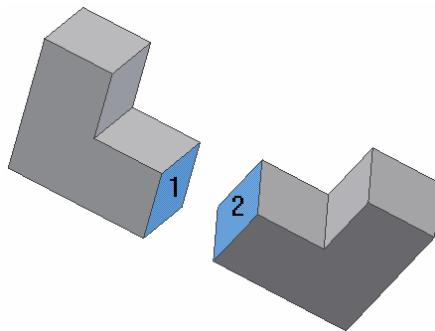

Figura 3.9.6.
- aliniere **Type - Mate, Solution – Mate, Offset = 20** față 5 **Podium 1** față 5 **Podium 2** – lansare comandă **Constraint**, click punctul 1, click punctul 2, butonul **Apply**, figura 3.9.6. În urma operației, panelul **Browser Bar**, afișat în modul **Modeling View**, este completat cu intrarea **Mate(20.000 mm)**, redenumită **Mate 5-5 (20.000 mm)**.